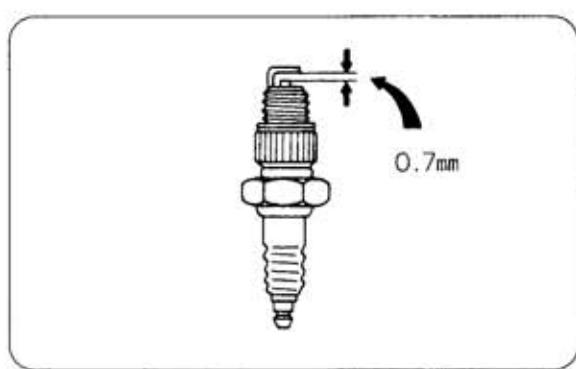

図37
- ① エンジンの調子が悪いときには、点火プラグに原因があることもあります。プラグを取り外し、電極に付着のカーボンを取り除き、紙ヤスリで磨いて、電極スキマを調節します。(図37)
- ② 調整が終わったら点火プラグを元の位置にねじ込みプラグキャップを確実に差込んでください。